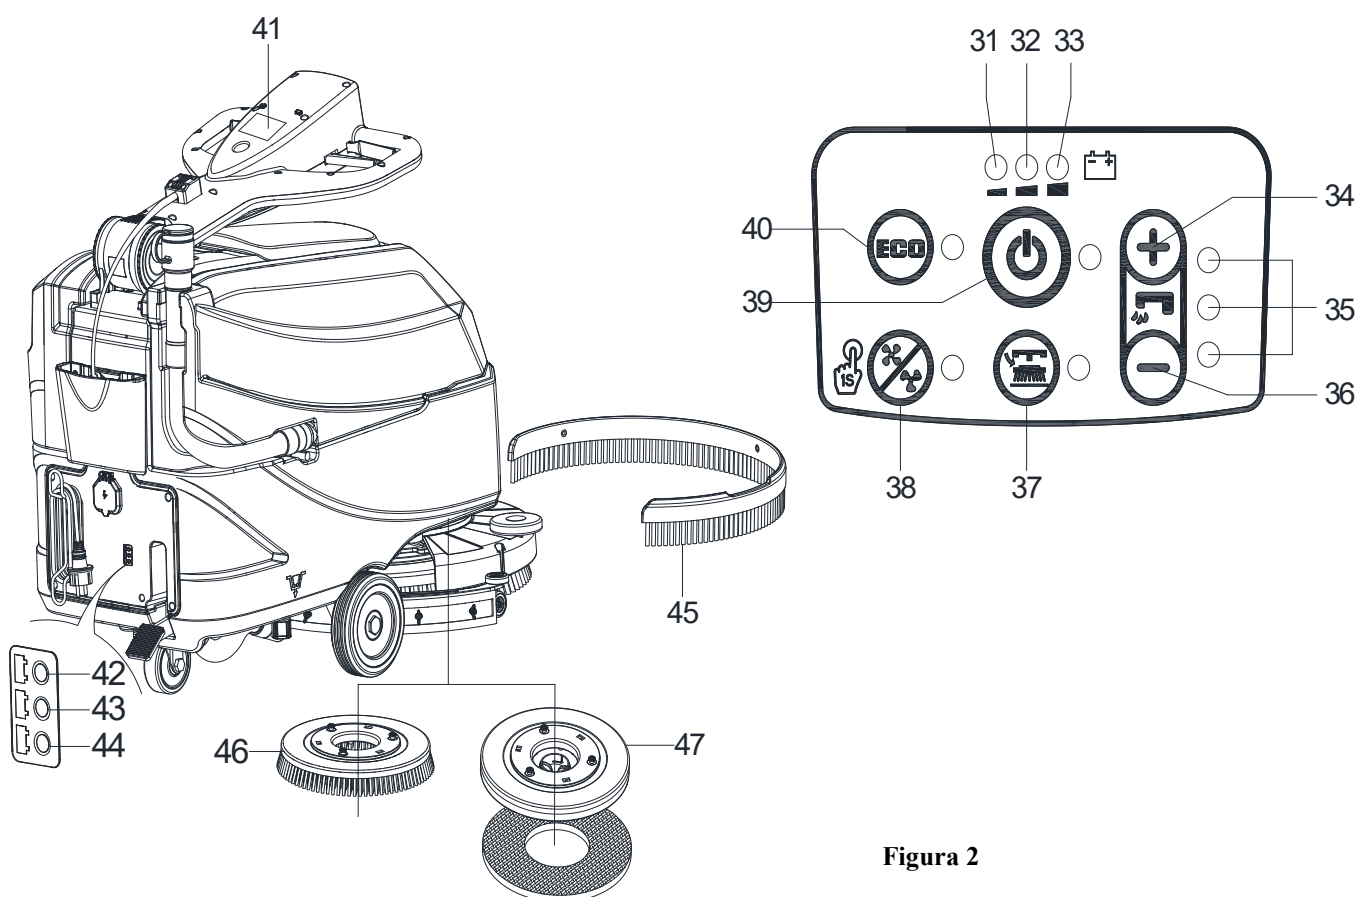

Figura 2
PANOU COMANDĂ (ca în Figura 2)
FEREASTRĂ DE AFIȘARE STARE ÎNCĂRCĂTOR (ca în Figura 2)
2. Apăsați comutatorul (39, Figura 2). Dacă se aprinde LED-ul verde (33), bateriile sunt complet încărcate. Dacă se aprinde LED-ul galben (32) sau roșu (31), bateriile trebuie încărcate (vedeți procedura în capitolul Mentenanță).